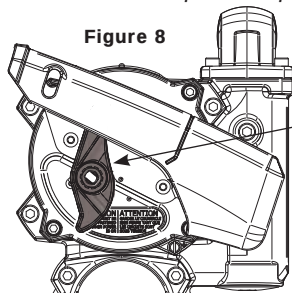

Figure 8
3. Placez l'injecteur dans le support d'injecteur sur une extrémité du boîtier du moteur de la pompe. Veuillez noter que l'injecteur peut uniquement être placé sur le support si l'interrupteur de la pompe est en position ARRÊT (voir figures 8 et 9).